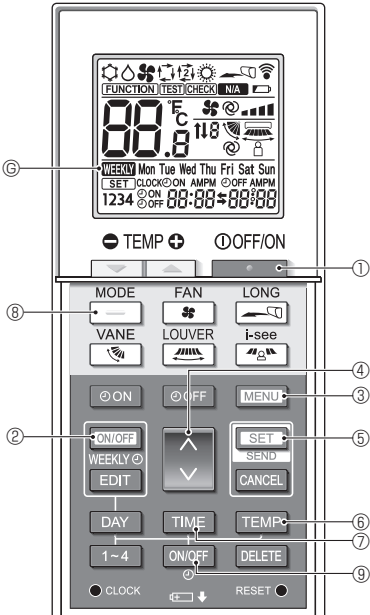
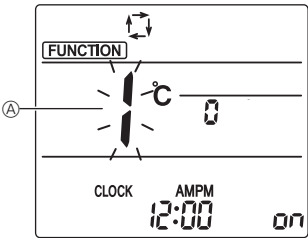
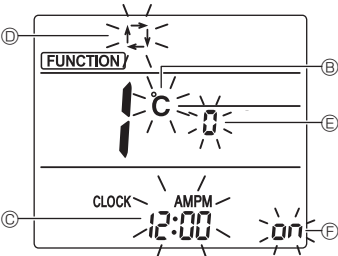

Fig. 5-1
Fig. 5-2
Fig. 5-3
| Элемент                     | Настройка                               | Fig. 5-3 |
5.1. Переключение в режим первоначальной настройки (Fig. 5-1, Fig. 5-2)
1. Нажмите кнопку **OFF/ON** ①, чтобы остановить работу кондиционера воздуха.
- Если недельный таймер активирован, нажмите кнопку **ON/OFF WEEKLY** ② для отключения таймера. (**WEEKLY** ③ исчезнет).
2. Нажмите кнопку **MENU** ③.
- Отобразится экран настройки Function (Функция), и будет мигать числовое значение функции ④.
- Нажмите кнопку **↓** ④, чтобы изменить числовое значение функции.
3. Убедитесь, что отображается числовое значение функции 1, а затем нажмите кнопку **SET** ⑤.
5.2. Выбор единиц измерения температуры (Fig. 5-1, Fig. 5-3 В)
- Нажмите кнопку **TEMP** ⑥.
- Нажатие кнопки **TEMP** ⑥ изменяет единицы измерения температуры (°C/°F). (Настройка по умолчанию — °C.)
5.3. Изменение отображения времени (Fig. 5-1, Fig. 5-3 С)
- Нажмите кнопку **TIME** ⑦.
- Нажатие кнопки **TIME** ⑦ меняет отображаемое время (12:00 / 24:00). (Настройка по умолчанию — 12-часовой формат.)
5.4. Изменение режима AUTO (АВТОМАТИЧЕСКИЙ) (Fig. 5-1, Fig. 5-3 Д)
- Нажмите кнопку **—** ⑧.
- Нажатие кнопки **—** ⑧ изменяет режим Auto (Автоматический) (1 / 2). Настройка по умолчанию — Single set point (С одним заданным значением).
### 5.5. Изменение числового значения пары (Fig. 5-1, Fig. 5-3 ©)
(Fig. 5-1, Fig. 5-3 ⑤)
(Fig. 5-1, Fig. 5-2)